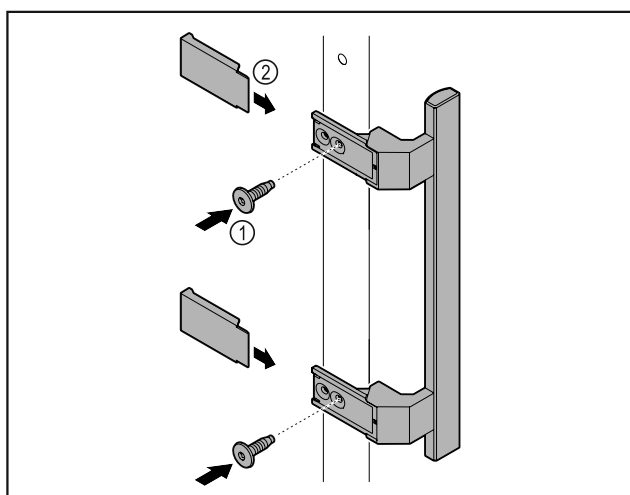

Fig. 7
- ▶ Atașați mânerul din pachetul de accesorii la ușa cu ajutorul șuruburilor incluse Fig. 7 (1).
- ▶ Aplicați capacul Fig. 7 (2).